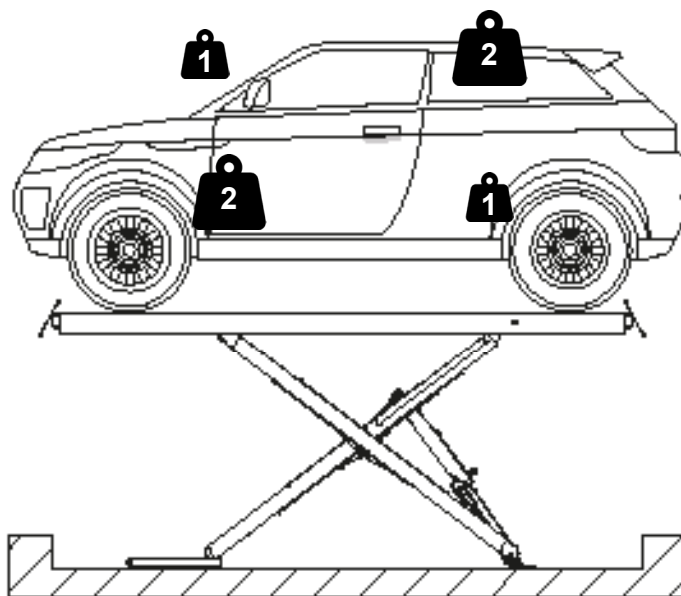

Fig. 1
- 1:2 / 2:1 (reversibile) (Fig. 1).